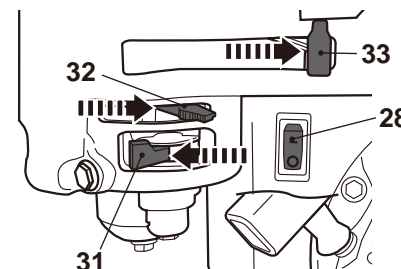

Fig. 36
- > Mueva la palanca del acelerador (3, 33) hacia atrás o hacia la derecha  (Fig. 36).